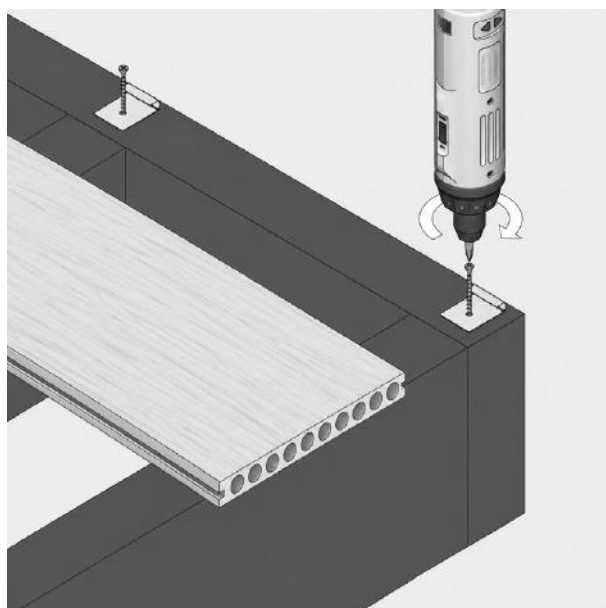
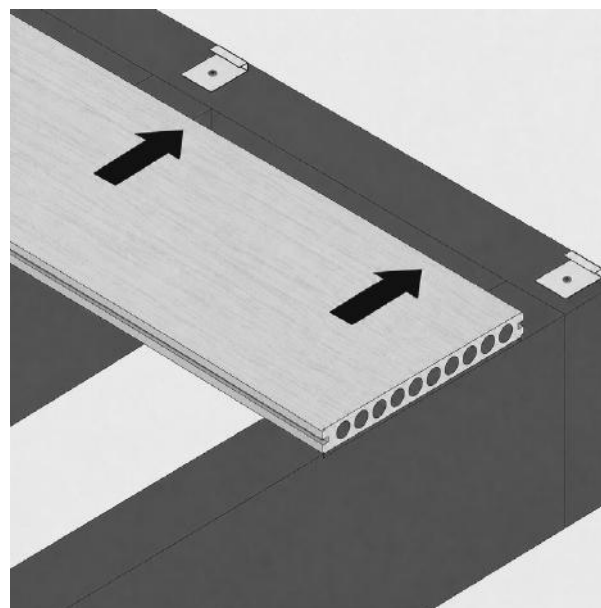

FIG. 2 — PRIMERA TABLA FIJADA CON CLIPS DE INICIO OCULTOS PURAFIX™
FIG. 3 — CLIP OCULTO INSERTADO EN EL CANTO RANURADO DE LA TABLA
- 01 La primera tabla debe fijarse con clips de inicio ocultos PuraFix™ que se enganchan al canto ranurado lateral de la tabla (fig. 2): alinee los clips de inicio a lo largo del primer rastrel, cada 300 mm a lo largo de la longitud del rastrel; atornille firmemente cada clip al rastrel; simplemente enganche la primera tabla de tarima a los clips de inicio (fig. 3).
- 02 Para fijar las tablas adyacentes, coloque los clips ocultos PuraFix™ (3 mm o 6 mm) en el canto ranurado de la tabla fijada e inserte el tornillo de fijación en los clips ocultos (fig. 3): los agujeros de los tornillos deben alinearse con los ejes de los rastreles; asegúrese de que la sección avellanada del clip oculto de fijación quede hacia arriba; instale 1 clip oculto en cada rastrel; utilice siempre clips ocultos en los extremos de las tablas; utilice 1 clip por extremo de tabla en las juntas a tope (nunca comparta un clip entre 2 extremos de tabla).